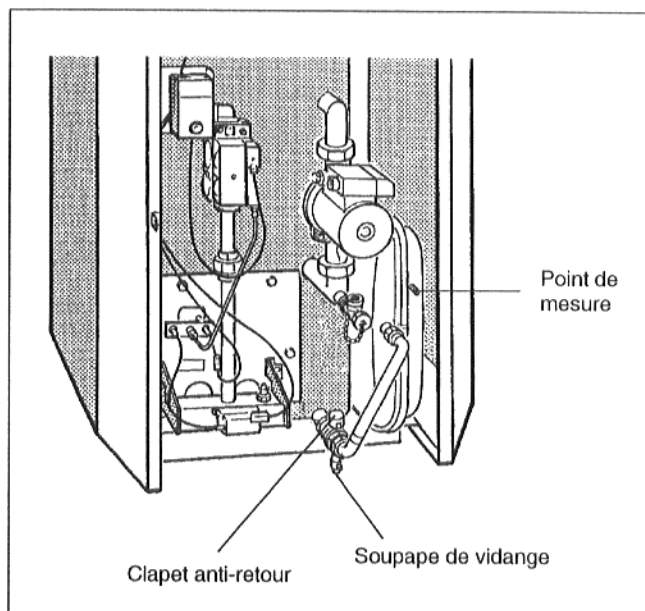

Fig. 46 Vase d'expansion de pression; à partir du modèle 20 - 4 sur la paroi arrière de la chaudière!
- Retirer le capuchon de fermeture du point de mesure (Fig. 46) et actionner brièvement la soupape à azote. S'il s'échappe de l'eau, la membrane est défectueuse – la membrane ou le vase d'expansion de pression doivent être remplacés.
- Retirer le couvercle rouge et fermer le clapet anti-retour (Fig. 46).
- Laisser couler l'eau résiduelle du vase d'expansion de pression par la soupape de vidange (Fig. 46).
- Retirer le couvercle du point de mesure (Fig. 46), mesurer la pression et la corriger si elle ne correspond pas à la pression d'admission adéquate pour l'installation (pression de l'installation moins 0,2 bar à froid).